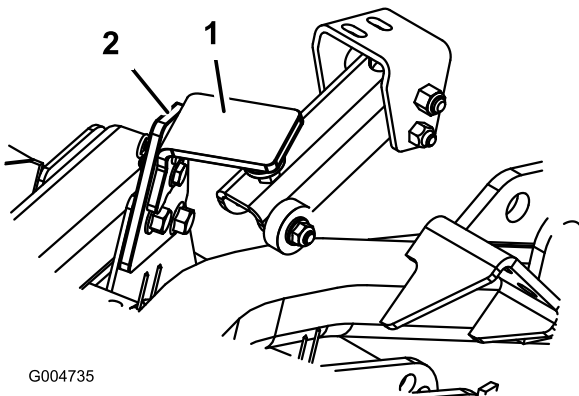

Figure 83
2. Enlevez la goupille fendue et l'axe de chape qui fixent le verrou de transport du plateau à la plaque de verrouillage (Figure 83). Faites pivoter le verrou vers l'arrière du plateau de coupe.